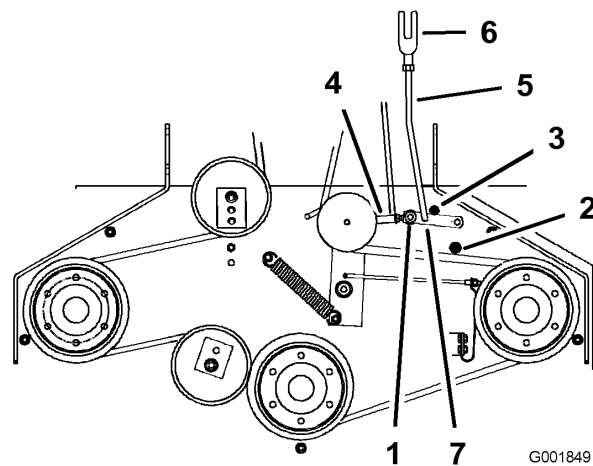

Figura 52
8. Para ajustar el acoplamiento del brazo, retire el pasador de horquilla del brazo (Figura 52).
11. Instale el acoplamiento en el brazo y sujételo con el pasador de horquilla (Figura 52).